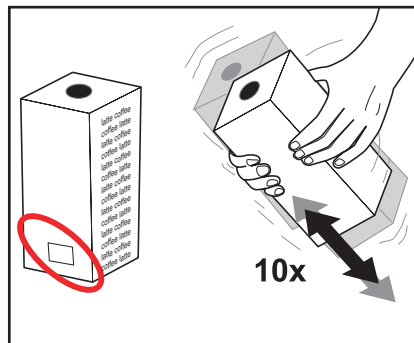

Fig. 2
- Vennligst merk „Best før“ dato som er angitt på pakken (fig. 2).
2. Rist produktpakken minst 10 ganger før den settes inn i automaten (fig. 2).